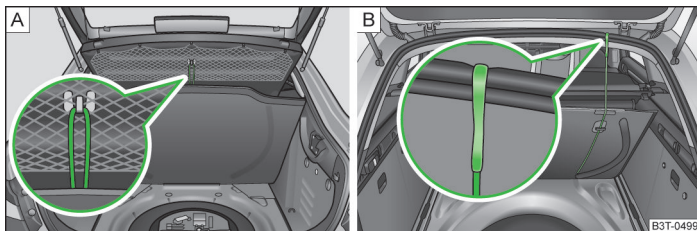

Fig. 87 Fixarea mochetei: Superb / Superb Combi
- Superb: cu curelușa de un cârlig de la capacul portbagajului » fig. 87 - **A**;
- Superb Combi: cu cârligul de marginea capotei portbagajului » fig. 87 - **B**.